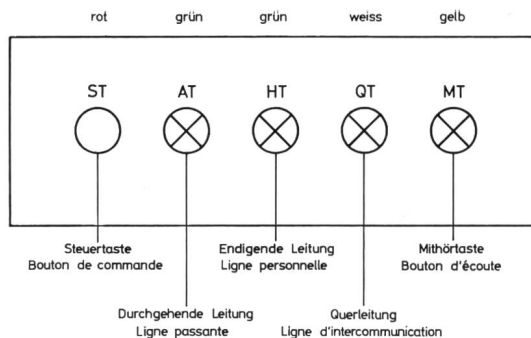

Fig. 4
2. Bedienung (Fig. 4)
2. Service (Fig. 4)